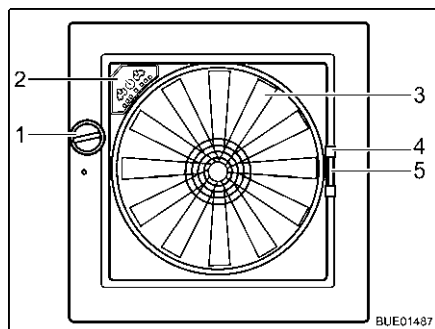

Fig. 115 Clarabóia Omni-Vent
- Gire o botão rotativo (Fig. 115,1), até ter atingido o ângulo de abertura pretendido.
- Gire o botão rotativo (Fig. 115,1) até a clarabóia estar completamente fechada.
- Puxe a mosquiteira pelo manípulo (Fig. 115,4) para o lado oposto da moldura.
- Comprima o manípulo (Fig. 115,5) do dispositivo de escurecimento.
Ventilador Se a clarabóia estiver aberta, o ventilador de 6 níveis (Fig. 115,3) permite ventilar e extrair o ar da zona interior. O ventilador é operado no painel de controlo (Fig. 115,2).